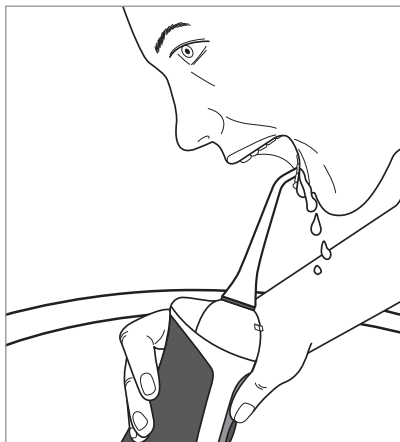

Fig. 1
- ▶ Durante a utilização, certifique-se de que as aberturas de ventilação ④ na parte posterior do aparelho portátil ⑤ não ficam tapadas pelos dedos.
- ▶ Se, durante a utilização o aparelho portátil ⑤ a mantiver demasiado inclinada, pode sair água das aberturas de ventilação ④.
- ▶ A unidade portátil ⑤ desliga-se automaticamente, em qualquer nível de potência, decorridos aprox. 2 minutos, mesmo que ainda exista água dentro do depósito de água ⑥.
- 1) Encha o depósito de água ⑥.
- 2) Coloque um acessório ② no aparelho portátil ⑤.
- 3) Pressione o botão de seleção do nível de potência ⏻ ② para seleccionar o nível de potência pretendido.
- 4) Introduza o acessório ② na boca, de modo a evitar salpicos de água. Incline-se sobre o lavatório e mantenha o aparelho portátil ⑤ o mais vertical possível (ver fig. 1). O injetor ① do acessório ② está direccionado para os dentes/espacos interdentais.